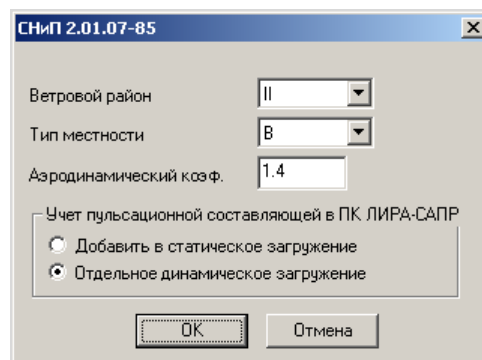

Рис.1.23.1. Окно диалога СНиП 2.01.07-85
- в окне диалога **СНиП II-7-81 изм. 2000 г.** (рис. 1.23.1) задайте следующие параметры: